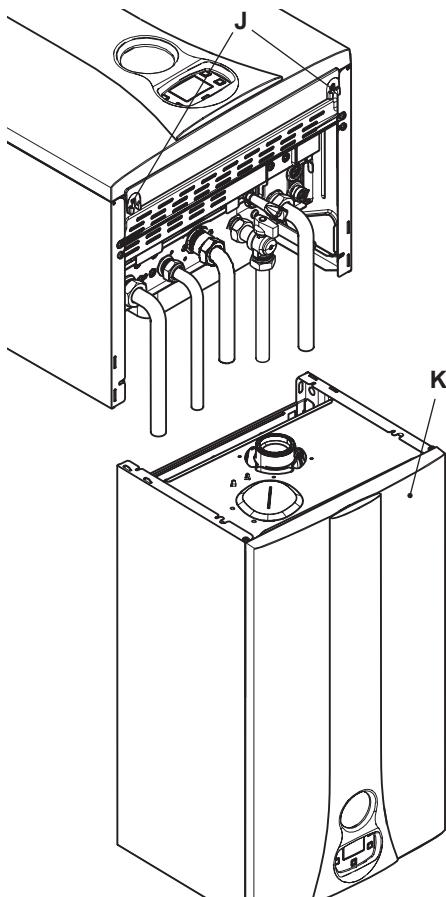

Figura 5.18
**Kit de evacuación para exteriores (Figura 5.18)**
- Desenrosque los tornillos J y desmonte el panel frontal K tirando de él hacia usted y luego levantándolo para liberarlo de los alojamientos superiores Figura 5.18.